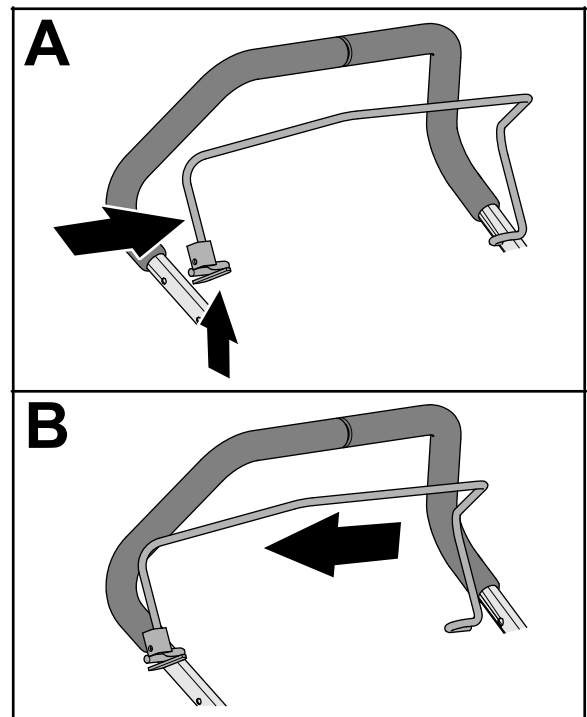

Figura 9
1. Premete la gamba della stegola di presenza dell'operatore fino a quando non è possibile rimuoverlo dalla stegola superiore e rimuovete la barra dalla macchina (Figura 9).